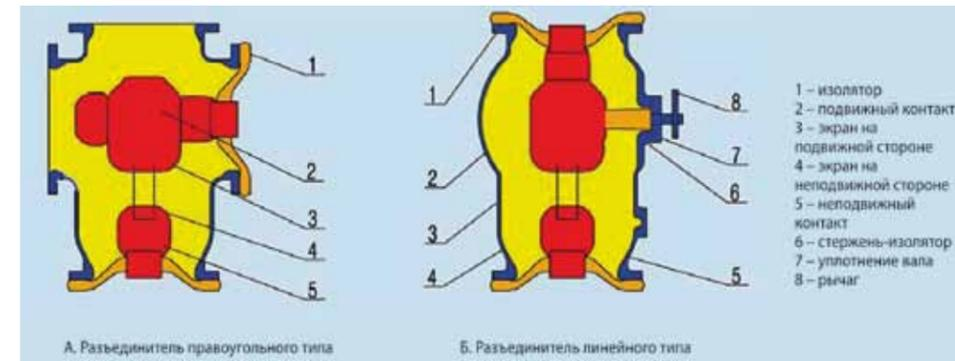

Рис. 4.4 Разъединитель КРУЭ
4.4 Разъединитель (см. рис. 4.4)